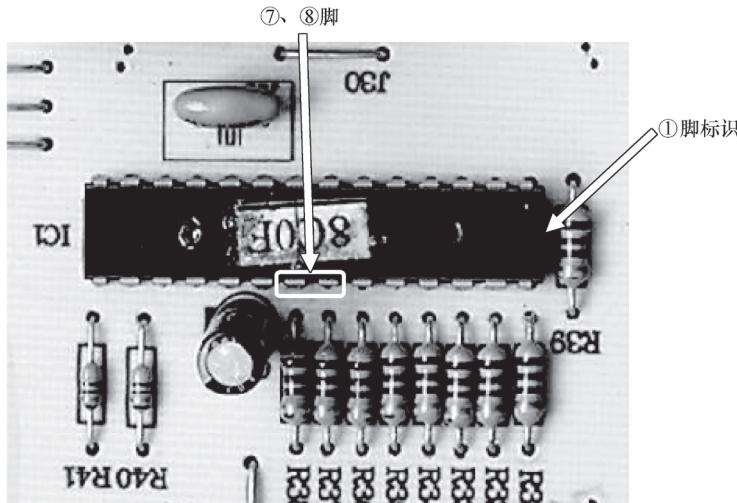

图 5-21 IC1 ⑦、⑧脚
经检查，IC1 (SN8P2604KB) ⑦、⑧脚均有稳定高电平输出，如图 5-21 所示。